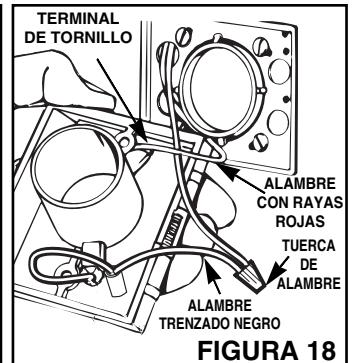
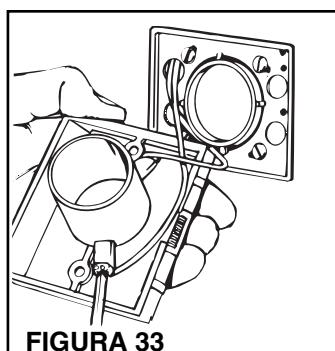

FIGURA 18
FIGURA 33
- Véase la Figura 18. Conecte el alambre con rayas rojas del cable de 2 conductores de bajo voltaje al tornillo terminal sin usar en el enchufe. Conecte el alambre restante al alambre trenzado negro. Tape los dos alambres con la tuerca de alambre (proporcionada).
- Sujete los alambres de bajo voltaje a los tornillos terminales en la parte trasera de la entrada de pared (Figura 33). Si usa encastramientos 361 con enchufes de serie CI370, véase el paso 3 en las instrucciones de la página 6, ilustrado en la Figura 18.